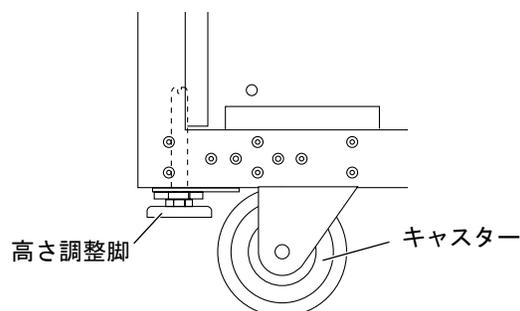

図 6-1 高さ調整脚の格納
4. 高さ調整脚を上げて、図 6-1 に示すように、キャビネットフレーム内に完全に格納したことを確認します。